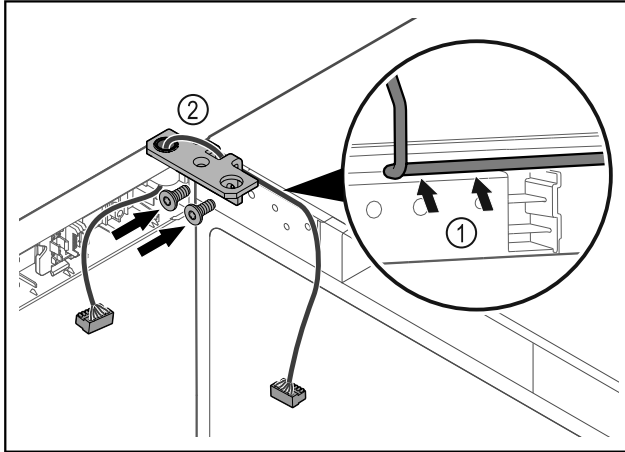

Fig. 43
- ▶ Før kabelen forsiktig gjennom åpningen i hengselvinkelen, og legg den omhyggelig på plass Fig. 43 (1).
- ▶ Skru på hengselvinkelen Fig. 43 (2).